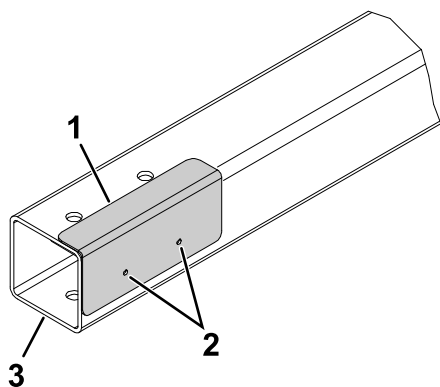

Figur 1
1. Fjern boltene og møtrikkerne, der fastgør de eksisterende trækstroppe til anhængertrækstangen (Figur 1). Fjern trækstroppe.